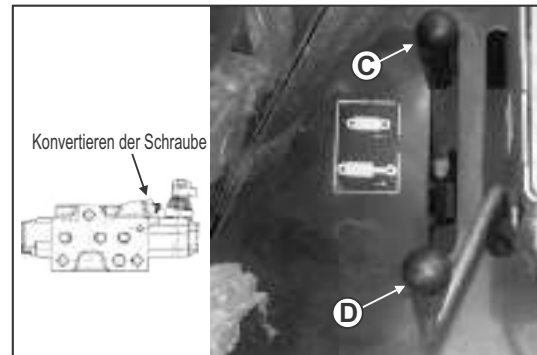

Abb. 4.40
Das Wegeventil (DCV) wird mit zwei Hebeln bedient. Hebel "C" (Abb. 4.40) steuert die Doppelwirkung (DA) DCV und Hebel "D" (Abb. 4.40) steuert die konvertierbare Doppelwirkung (DA) Einfachwirkung (SA) DCV.
Das konvertierbare Wegeventil kann in eine Doppelwirkung umgewandelt werden, indem die Konvertierungsschraube angezogen wird, (wie in Abb. 4.40 dargestellt) und umgekehrt für Einfachwirkung